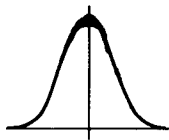

Fig. 1 Abb. 1
- Note 2:** Apply low-input signals from a sweep generator (with a small amount of noise superimposed on IF waveform as in Fig. 1), and adjust the waveform until it becomes maximum and symmetrical.
- Hinweis 2:** Mit Hilfe eines Wobbelgenerators sind niederpegelige Signale (wie in Abb. 1 gezeigt mit geringer Rauschstörung auf der Zwischenfrequenz-Wellenform) anzulegen, und dann ist so abzugleichen, daß die Wellenform maximal und symmetrisch wird.
- Note 2:** Utiliser un générateur de balayage et appliquer des signaux d'entrée à faible niveau (avec un faible chevauchement de bruit dans la forme d'onde à F.I. comme représenté sur la Fig. 1), et régler la forme d'onde jusqu'à ce qu'elle devienne maximale et symétrique.